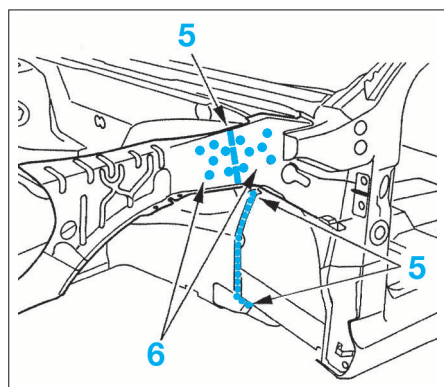

FIG. 39
- Souder par cordons et par points bouchons à l'arc sous gaz protecteur (5) (Fig.39).